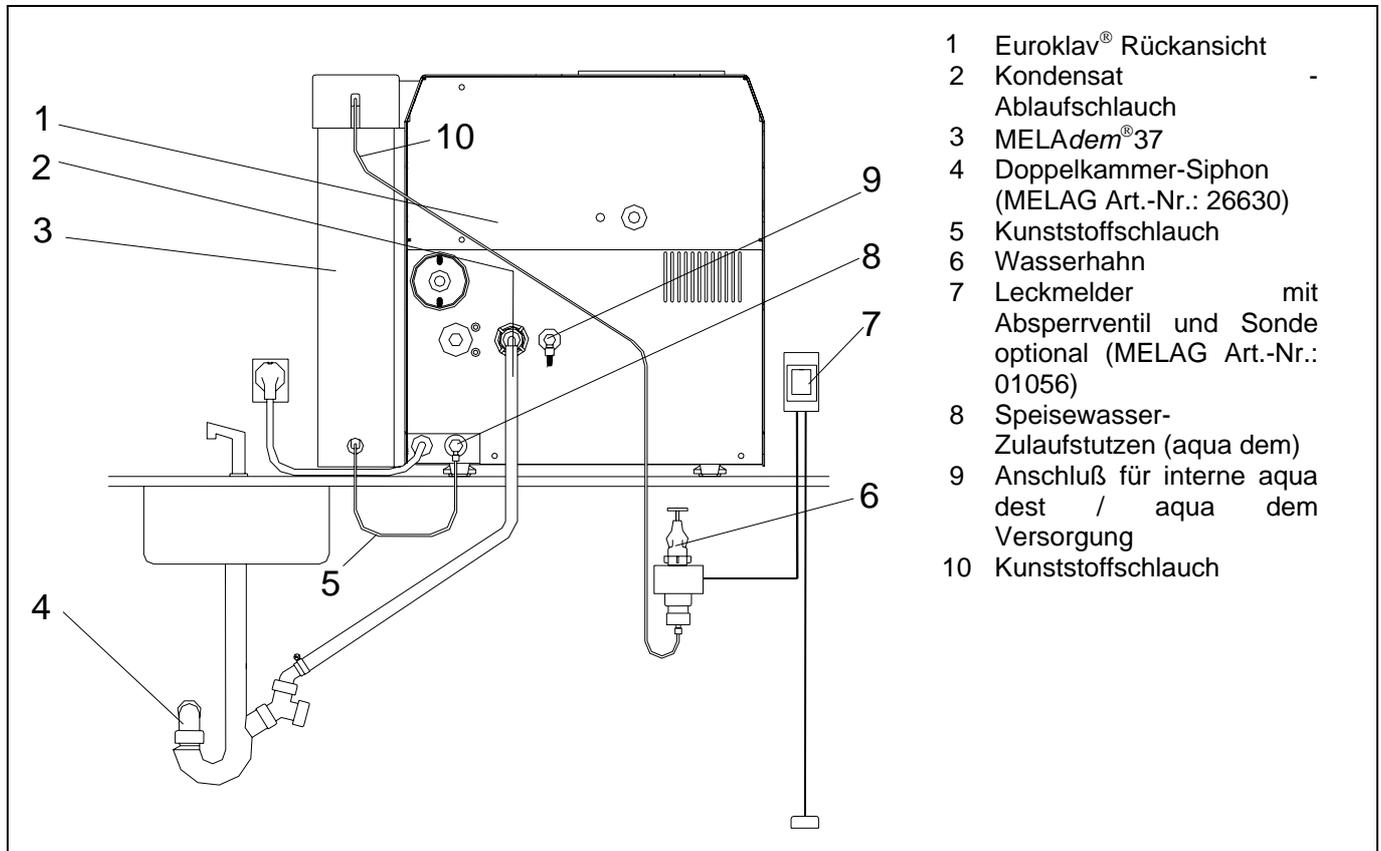

Abbildung 7: Anschluß an die Euroklav® - Baureihe
1. Bei Auslieferung eines Euroklaven ist zwischen Position (8) und (9) eine Schlauchbrücke installiert. Bitte entfernen Sie diese und verschließen die Position (9) mit der, an MELAdem®37 mitgelieferten, Verschlusskappe (Melag Art.-Nr. 37454).
2. Schließen Sie den Rohwasserzulaufschlauch (10) der MELAdem®37 an das Rohwassernetz (6) an. Siehe dazu Abschnitt 3.7.
3. Schrauben Sie den Zulaufschlauch (5) an Verschraubung (8) an.
4. Befestigen Sie nun den Kondensat - Ablaufschlauch (2) an den vorhandenen Siphon (4) (wie in Abbildung 7).